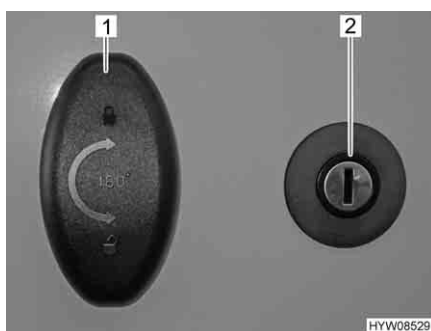

Fig. 34 Serratura della porta del garage
Apertura: ■ Inserire la chiave nel cilindro della serratura (Fig. 34,2) e ruotare in senso orario. La chiusura centralizzata è sbloccata.
■ Girare la la maniglia della serratura (Fig. 34,1) in senso antiorario di un mezzo giro e aprire la porta del garage.
■ Girare la la maniglia della serratura (Fig. 34,1) in senso antiorario di un mezzo giro.
■ Inserire la chiave nel cilindro della serratura (Fig. 34,2) e ruotare in senso antiorario. La chiusura centralizzata è bloccata.